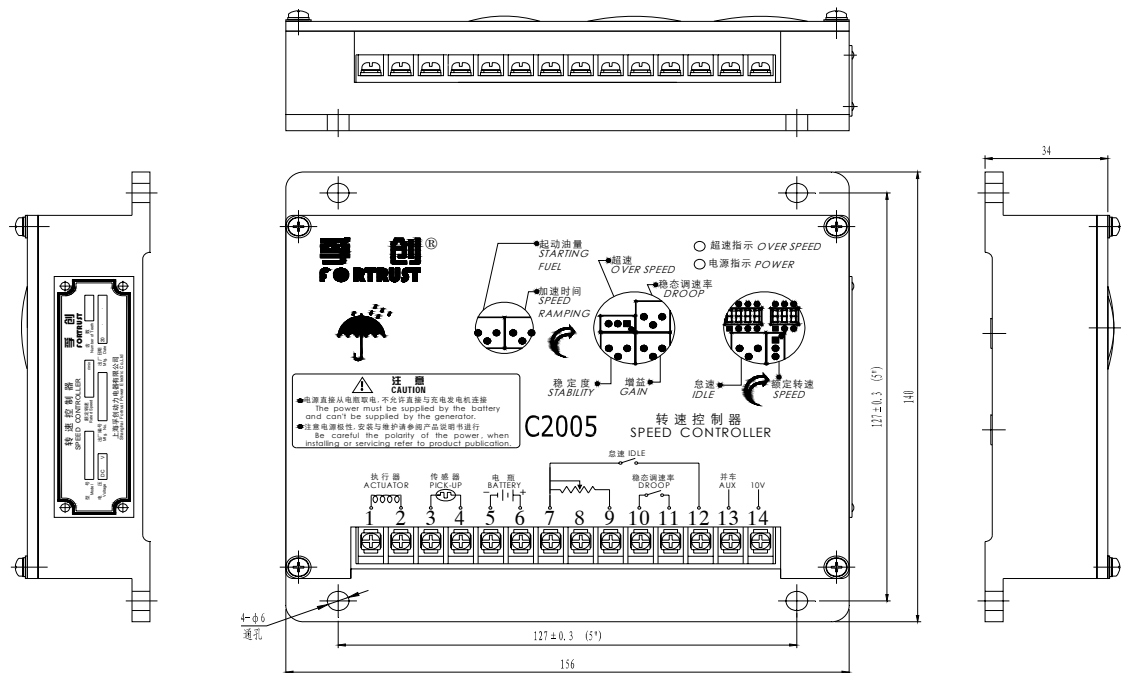

图 2.1 C2005 转速控制器外形及安装尺寸
2.1.3 C2005 转速控制器外形及安装尺寸(如图 2.1 所示)